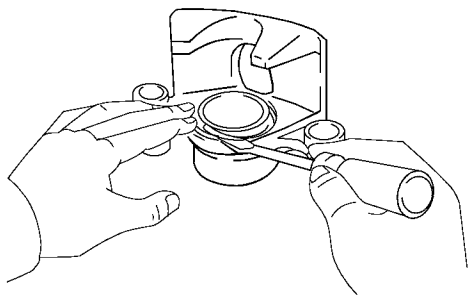

图 15-77 拆下开口环和活塞套
(6) 拆下开口环和活塞套。使用螺钉旋具拆下开口环并拆下活塞套，如图 15-77 所示。